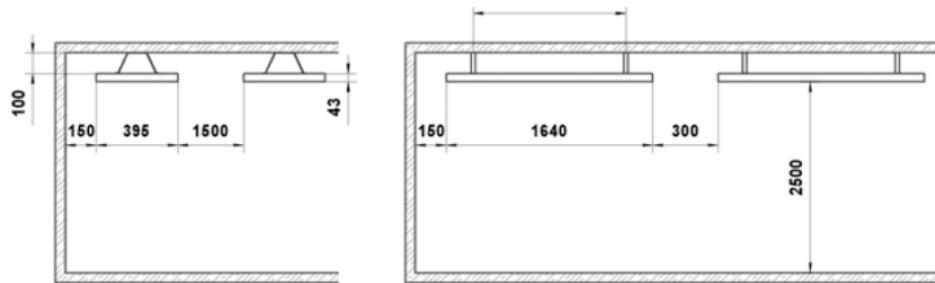

Рис. 1 Схема размещения обогревателя
5.1 Схема инфракрасного обогревателя представлена на рис. 1.
5.4 Габаритные и установочные размеры обогревателей и минимальные расстояния при установке приведены на рис.1 Приложения.
- снять крышку 4 (см. рис.1);